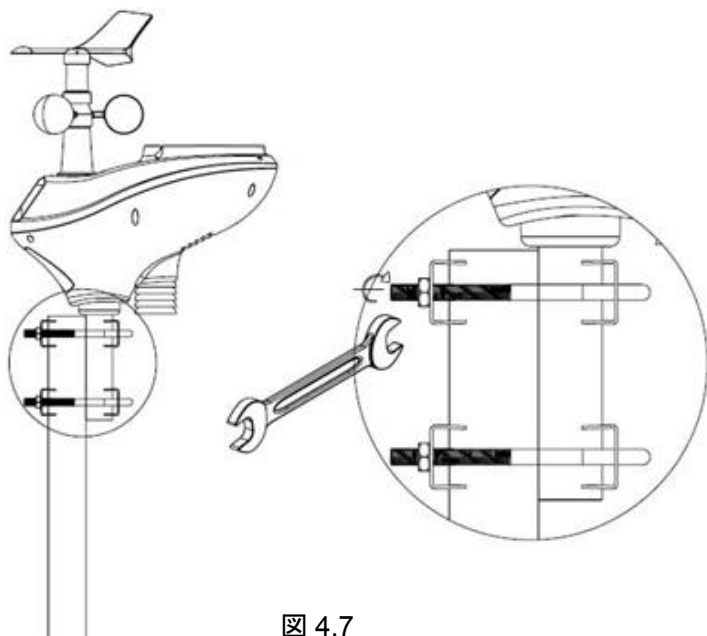

図 4.7
- ・ 設置用ポールと VGT-SS1502 のポールとは、図 4.7 のように取り付けます。